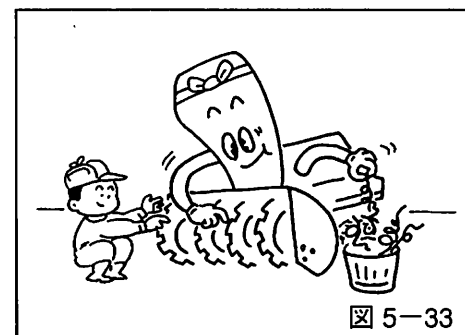

図 5-33
2. ブロワ及びオーガ軸にビニール紐などが巻き付いていたら、取り除いてください。そのまま運転しますと、オーガミッションのオイルシールを傷め、オイル漏れの原因になります。(図5-33参照)